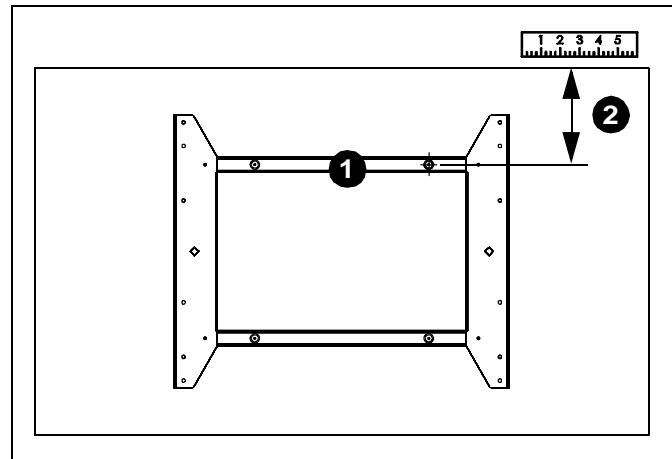

рис. 2
**ВАЖНО!** Если размер на рис. 2 превышает 342.9 мм (13,5"), перед монтажом монитора необходимо настроить лицевую панель. Если размер на рис. 2 не превышает 342.9 мм (13,5"), перейдите к разделу *Монтаж и прокладка кабеля* ниже.
Вычтите 13,5" дюймов из размера, указанного на рис. 2. Разницей является общая величина, на которую необходимо настроить положение лицевой панели.